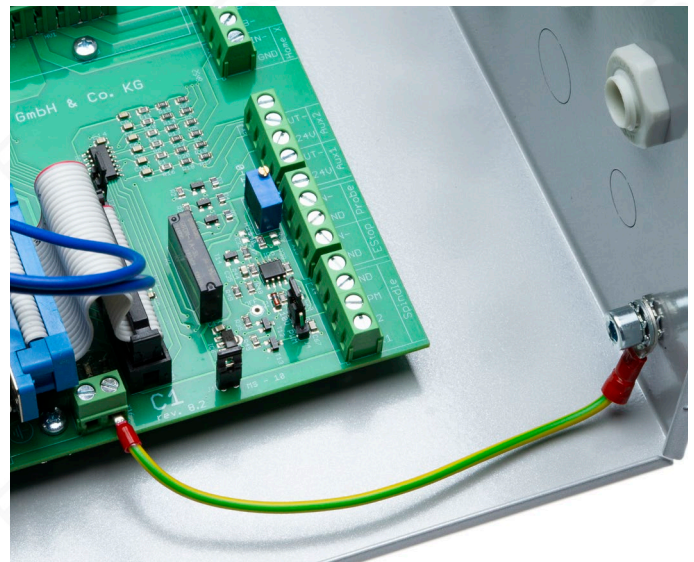

Bild 14: Anschluss des Erdungskabels
- Schließen Sie das Erdungskabel **25** an der Erdungsklemme an, wie in Bild 14 gezeigt.